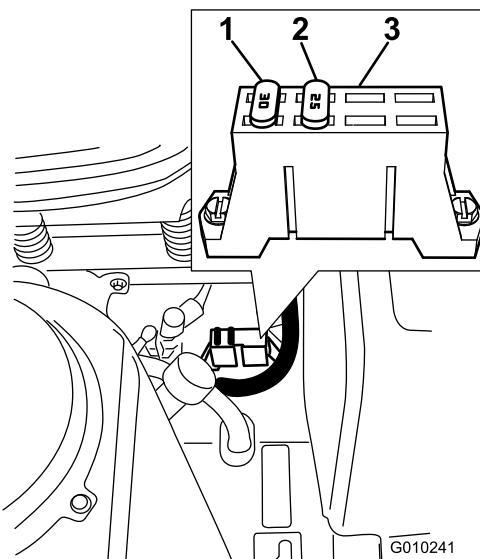

Figure 14
5. Sur les machines jusqu'à l'année-modèle 2013, montez le fusible de 15 A dans le circuit des accessoires ouvert du porte-fusibles (Figure 14).